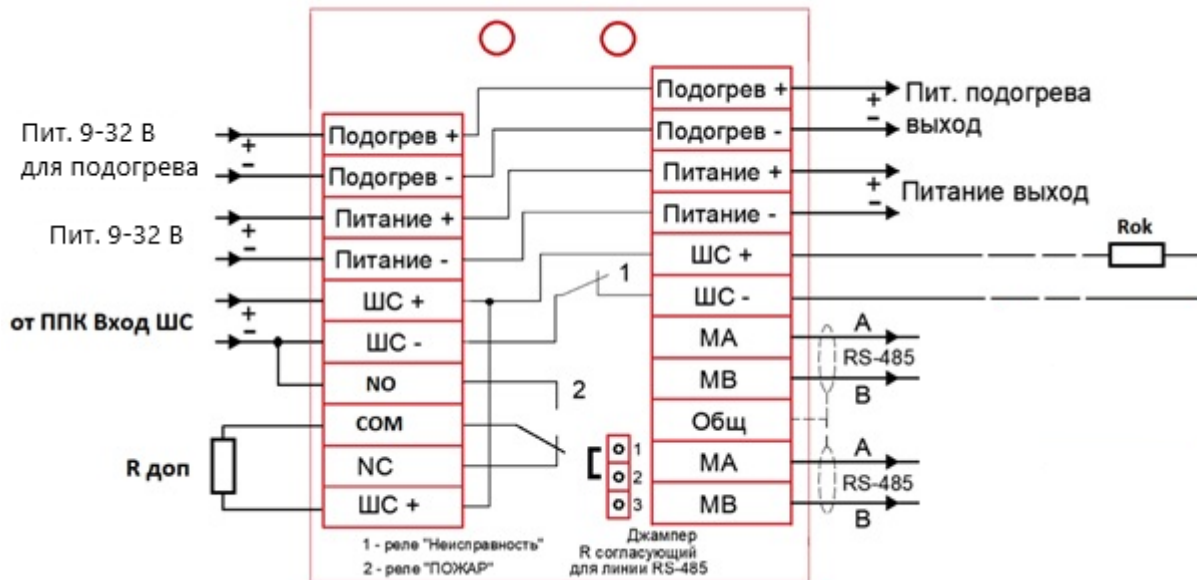

Рисунок 5 – Схема подключения без использования адресной метки
- осуществить монтаж соединительного кабеля в кабельном вводе и соединить проводники в соответствии со схемой подключения к ППК, рис. 5.